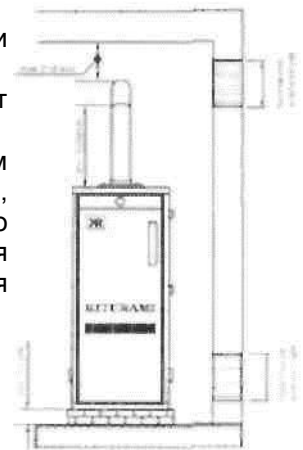

Рис. 17.1.
2. Установка котла. (Рис. 17.1.)